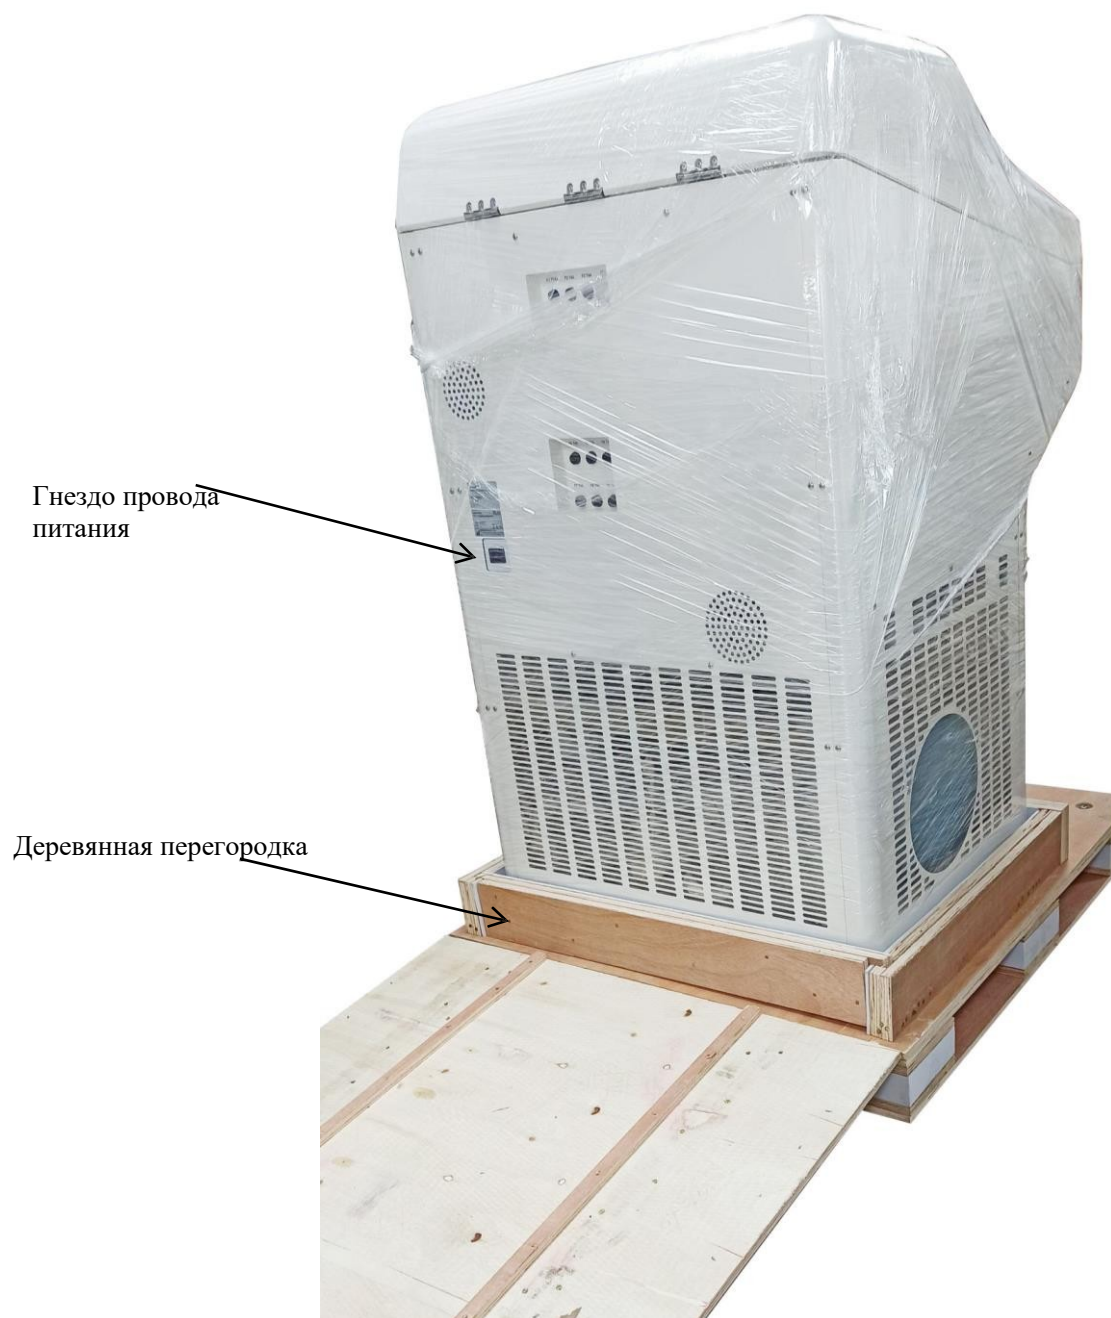

Рис. 3-9
- 10) Вставьте провод питания в гнездо на задней стенке (см. Рис. 3-9) инструмента и в розетку сети питания;